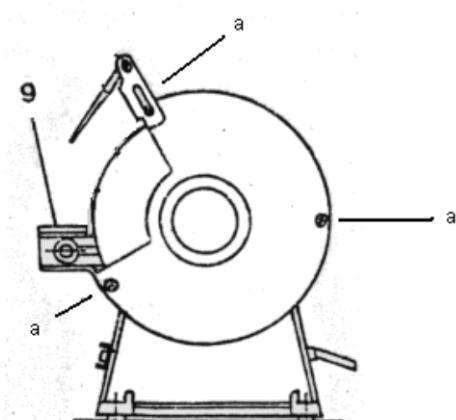

fig. 2
**MOLE SMERIGLIATRICI** : Per effettuare l'operazione di affilatura appoggiare il pezzo in lavorazione sull'apposito supporto (n. 9 fig. 2) spingendolo contro la mola esercitando una pressione adeguata, ma senza premere eccessivamente.
Svitare e togliere le viti di fissaggio delle cuffie di protezione (indicate con la lettera "a" in fig. 2), rimuovendo quindi le stesse.